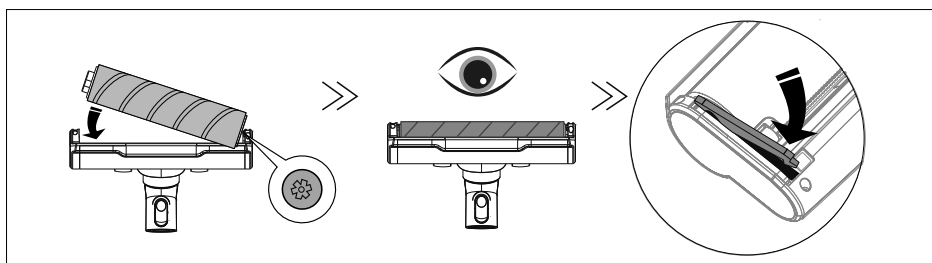

Fig. 12
- ▶ Remettez le rouleau-brosse en place dans l'ordre inverse, en commençant par la brosse plate. Veillez à ce qu'il soit correctement positionné, comme le montre la figure 12.